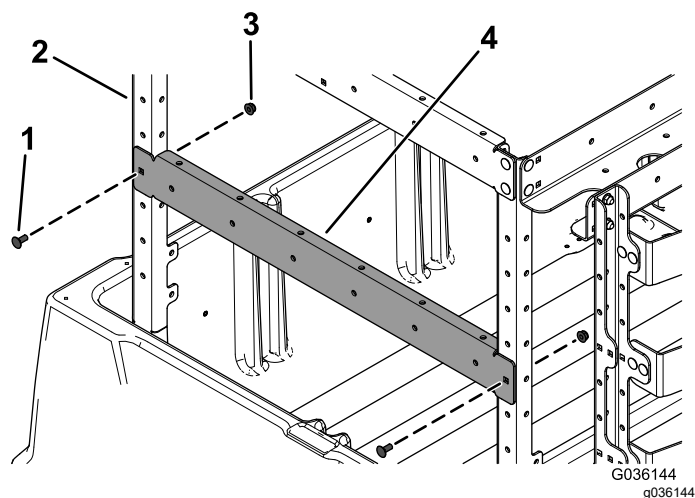

Figura 7
6. Instale el soporte delantero (con 1 orificio a cada lado) en los 2 soportes verticales delanteros con 2 pernos de cuello cuadrado (5/16" x 3/4") y 2 tuercas con arandela prensada (5/16"), tal y como se muestra en la Figura 7.